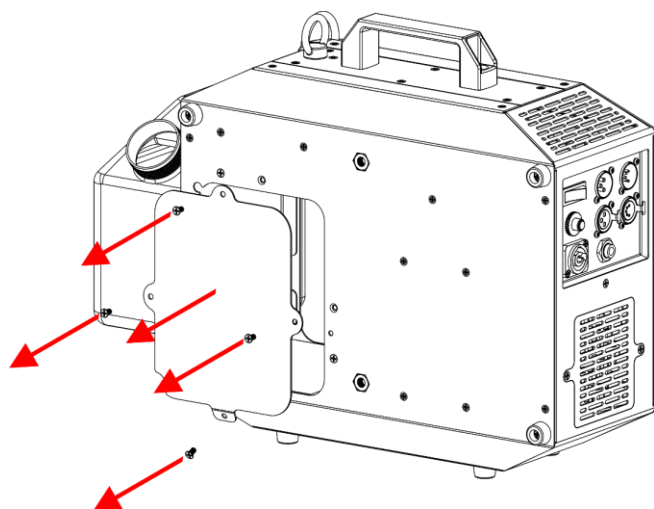

Abb. 14
- 09) Entfernen Sie die 4 Schrauben der Metalltankplatte auf der Rückseite des Geräts und entfernen Sie die Metalltankplatte, wie in Abb. 14 gezeigt.